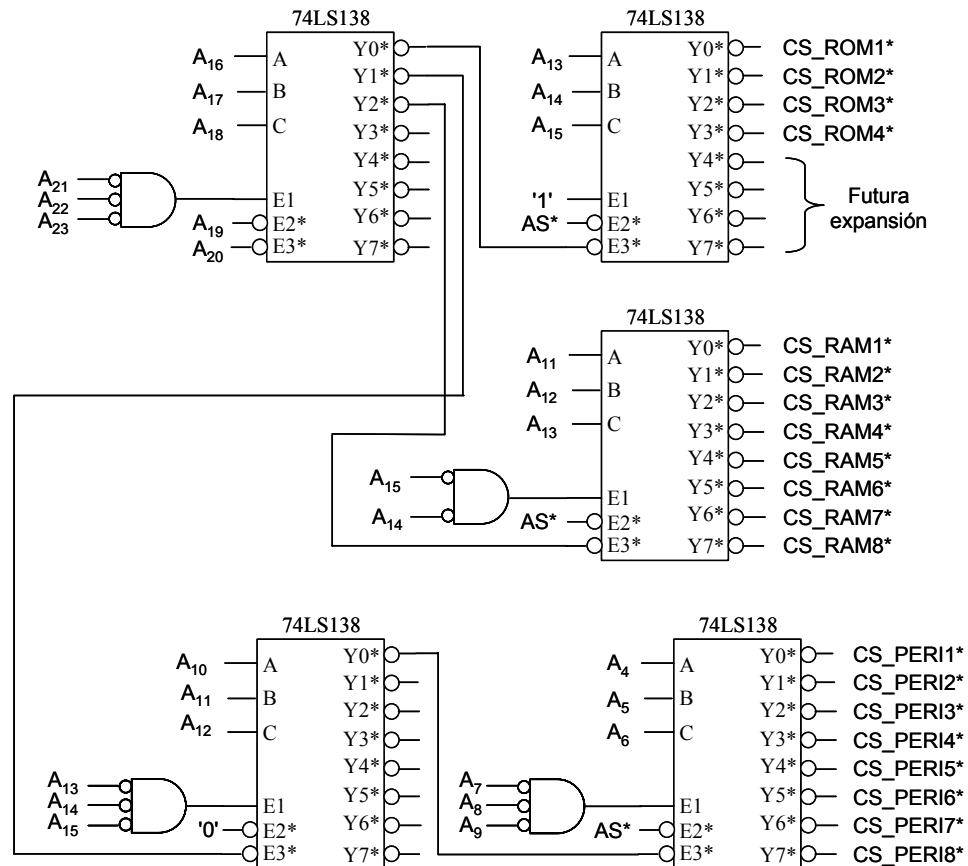

Figura 1
D'un sistema basat en el microprocessador 68000, la figura 1 mostra la lògica de descodificació feta servir per l'adreçament de 4 memòries ROM de 4 *kwords* cadascuna, 8 memòries RAM de 1 *kword* i de 8 perifèrics amb 8 *words* cadascun. Es demana:
- b) (3 punts) Cada ROM està formada per dos xips de 4 *kbytes* com el de la figura 2. Connecteu adientment el bloc ROM1 al 68000 fent servir els seus senyals i els resultants de la descodificació que apareixen a la figura 1. Indiqueu clarament el valor de *y*.